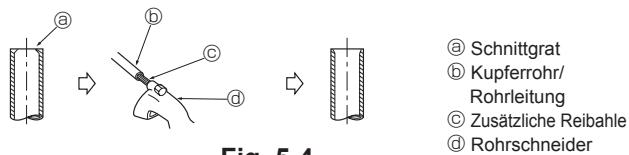

Fig. 5-4
5.2.2. Schnittgrade entfernen (Fig. 5-4)